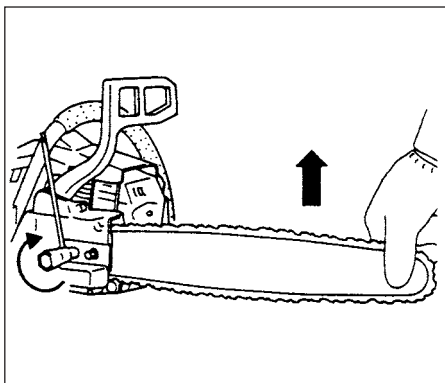

Fig.1-4
• UNA TENSIONE ADEGUATA È ESTREMAMENTE IMPORTANTE! (Fig. 1-4, 5)
6. Sollevare l'estremità della barra e serrare a fondo il dado di fissaggio della barra della catena con la chiave a tubo. (Fig. 1-4)